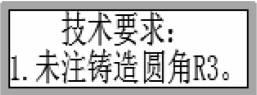

图 9-203 输入文本
(2) 系统弹出【基准框】命令条，在图形区域右上角单击一点放置注释文本，输入如图 9-203 所示的注释文本。